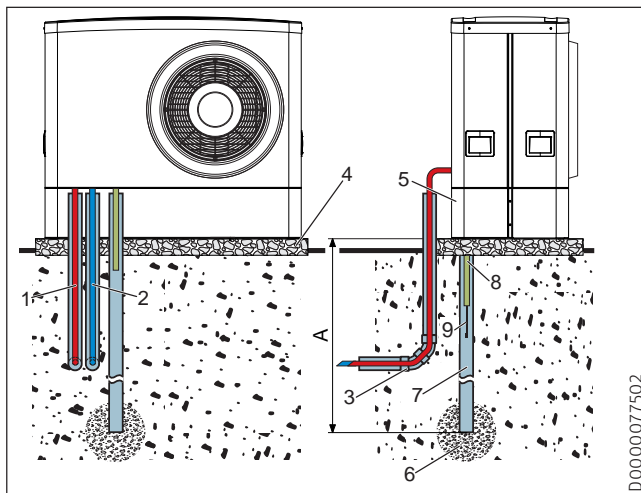
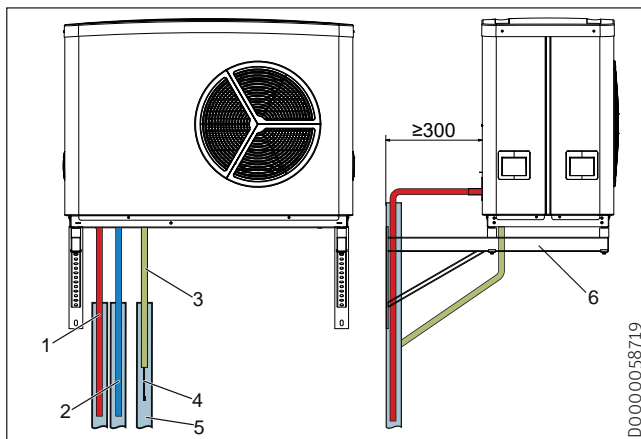

Fig. 11
Fig. 12
- Faites sortir l'eau de condensation par un conduit protégé contre le gel (Fig. 12) ou s'écouler dans un lit de graviers grossiers – Fig. 9 ou Fig. 11.